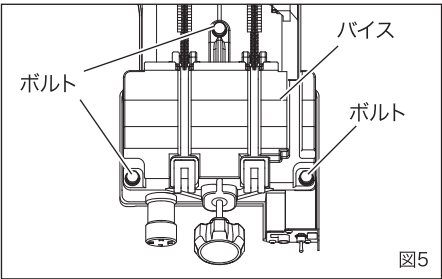
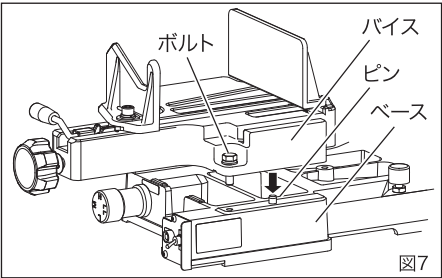

図5
図7
1. バイス交換（図5～図7）
- ①ボルト3ヶ所を緩め、ボルト、ワッシャを取外してください。（図5）
- ③ベースのピンとバイスのピン穴を合わせながらベースにセットしてください。（図7）
- ④ボルトを締め付けてください。